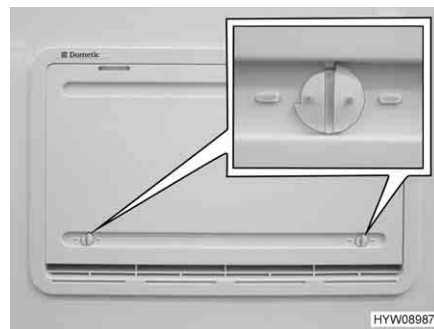

Fig. 128 Copertura invernale
Le coperture invernali (Fig. 128) proteggono il gruppo frigorifero dall'aria fredda. Posizionare le coperture invernali davanti a entrambe le griglie di aerazione quando la temperatura esterna scende al di sotto di +10 °C (sia per funzionamento elettrico che a gas).
- Aprire entrambi i bloccaggi (Fig. 128), la scanalatura risulterà orizzontale.